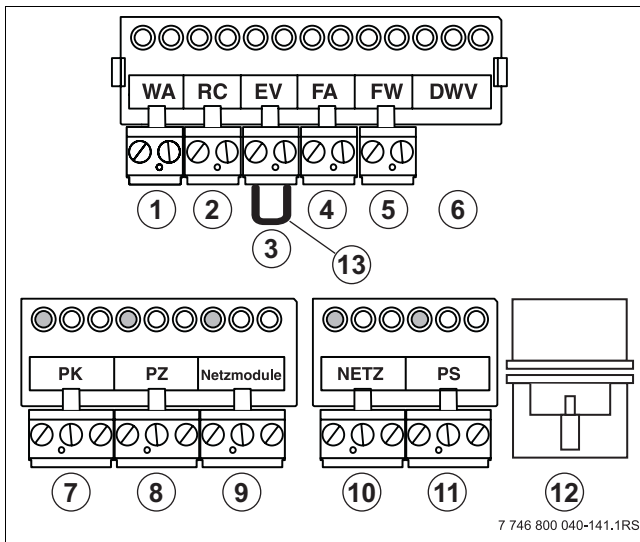
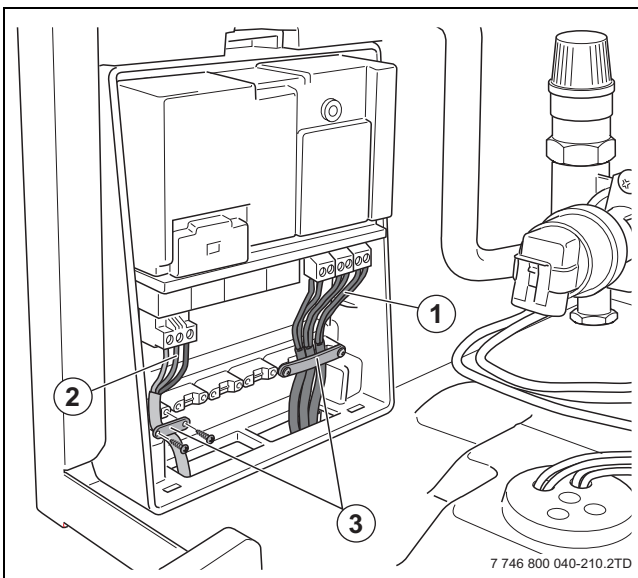

Fig. 30 Cutie de racordare și cutie de borne
Fig. 36 Montarea siguranței cablului
- ▶ Racordați unitatea de comandă RC20, RC30/RC35 la borna portocalie RC (→ fig. 30, [2]). În acest sens utilizați un cablu cu 2 conductori care variază de la 0,4 la 0,75 mm².
- ▶ Racordați aparatele de reglare la borna portocalie RC (→ fig. 30, [2]). În acest sens utilizați un cablu cu 2 conductori care variază de la 0,4 la 0,75 mm².
- ▶ Racordați cablul de rețea liber 230 VAC la modulul funcțional (→ fig. 30, [9] și fig. 36, [3]). În cazul în care sunt utilizate mai multe module funcționale, alimentarea 230 VAC a celui de-al doilea modul poate fi derivată de la primul modul. Utilizați cablul livrat împreună cu modulul funcțional [9] (→ fig. 1, [8], pagina 6).
- ▶ Înșurubați cablul cu siguranțele cablului (→ fig. 36, [3]).